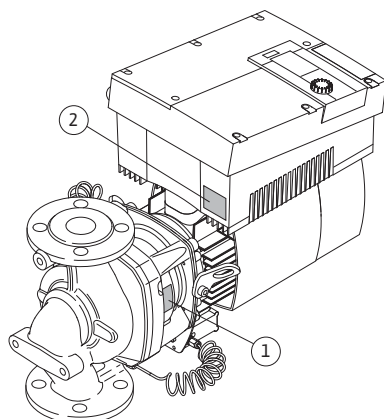

Fig.11: Dispunerea plăcuțelor de identificare:
- Plăcuța de identificare a pompei (Fig. 11, Poz. 1) conține numărul de serie (Ser.-No.../...), care este necesar de exemplu pentru comandarea pieselor de schimb.
- Plăcuța de identificare a modului electronic (modul electronic = invertor sau convertizor de frecvență) (Fig. 11, Poz. 2) indică denumirea modului electronic utilizat.